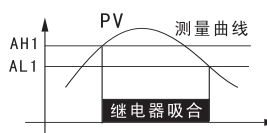

图1
- (1) 设定 AH1=AL1，继电器无效。
- (2) 设定 AH1>AL1，当测量值 $\geq$ AH1时，继电器吸合；当测量值 $\leq$ AL1时继电器释放。继电器动作情况见图1，常用于上限报警。